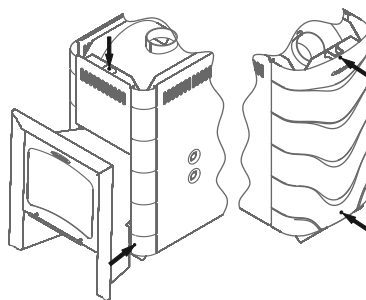

Рисунок 13. Саморезы для демонтажа конвектора печи
2. Снять конвектор, открутив 5 саморезов (рисунок 13);